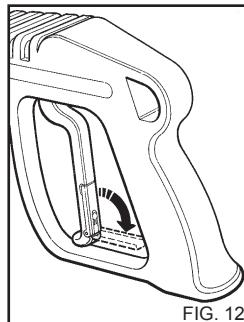

FIG. 12
**⚠ Quando l' idropulitrice non viene utilizzata chiudere il dispositivo di sicurezza dell' impugnatura (fig.12).**